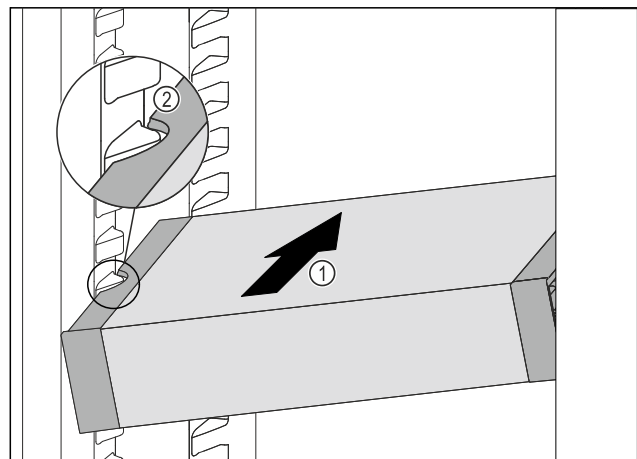

Fig. 74
- ▶ VarioSafe schuin in het koelgedeelte schuiven Fig. 74 (1), tot de uitsparingen aan de zijkant Fig. 74 (2) van de VarioSafe op de hoogte van de rib in het koelgedeelte zitten.